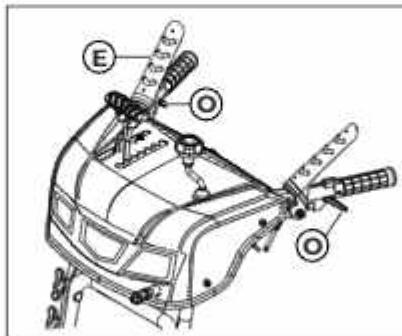

Рис. 27
Функция рулевого управления помогает оператору включить машину. Триггеры рулевого управления (рис. 27, поз. O) находятся под рукоятками. Рулевое управление временно отключает одно ведущее колесо, в то время как другое продолжает движение во время поворота.
1. Нажмите рычаг сцепления (рис. 27, поз. E), чтобы переместить машину вперед.
2. Поднимите и удерживайте левый триггер рулевого управления (рис. 27, поз. O), чтобы повернуть налево.
4. Поднимите и удерживайте правый триггер рулевого управления (рис. 27, поз. O), чтобы повернуть направо.